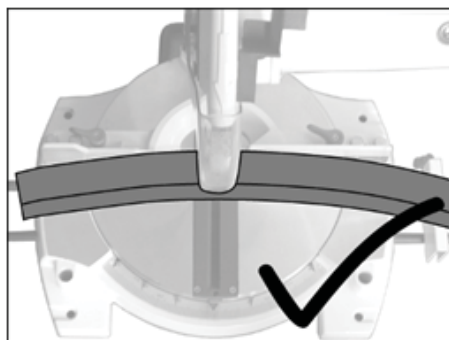

Рис. 5
- Криві та зігнуті заготовки повинні бути встановлені так, аби точка розпилу заготовки упиралася в упор для заготовки (Рис. 5).